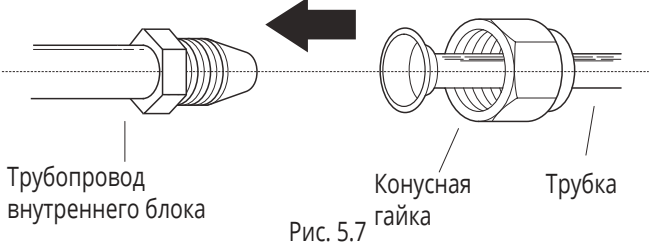

Рис. 5.7
- Разместите соосно трубки, которые необходимо соединить. См. рис. 5.7.